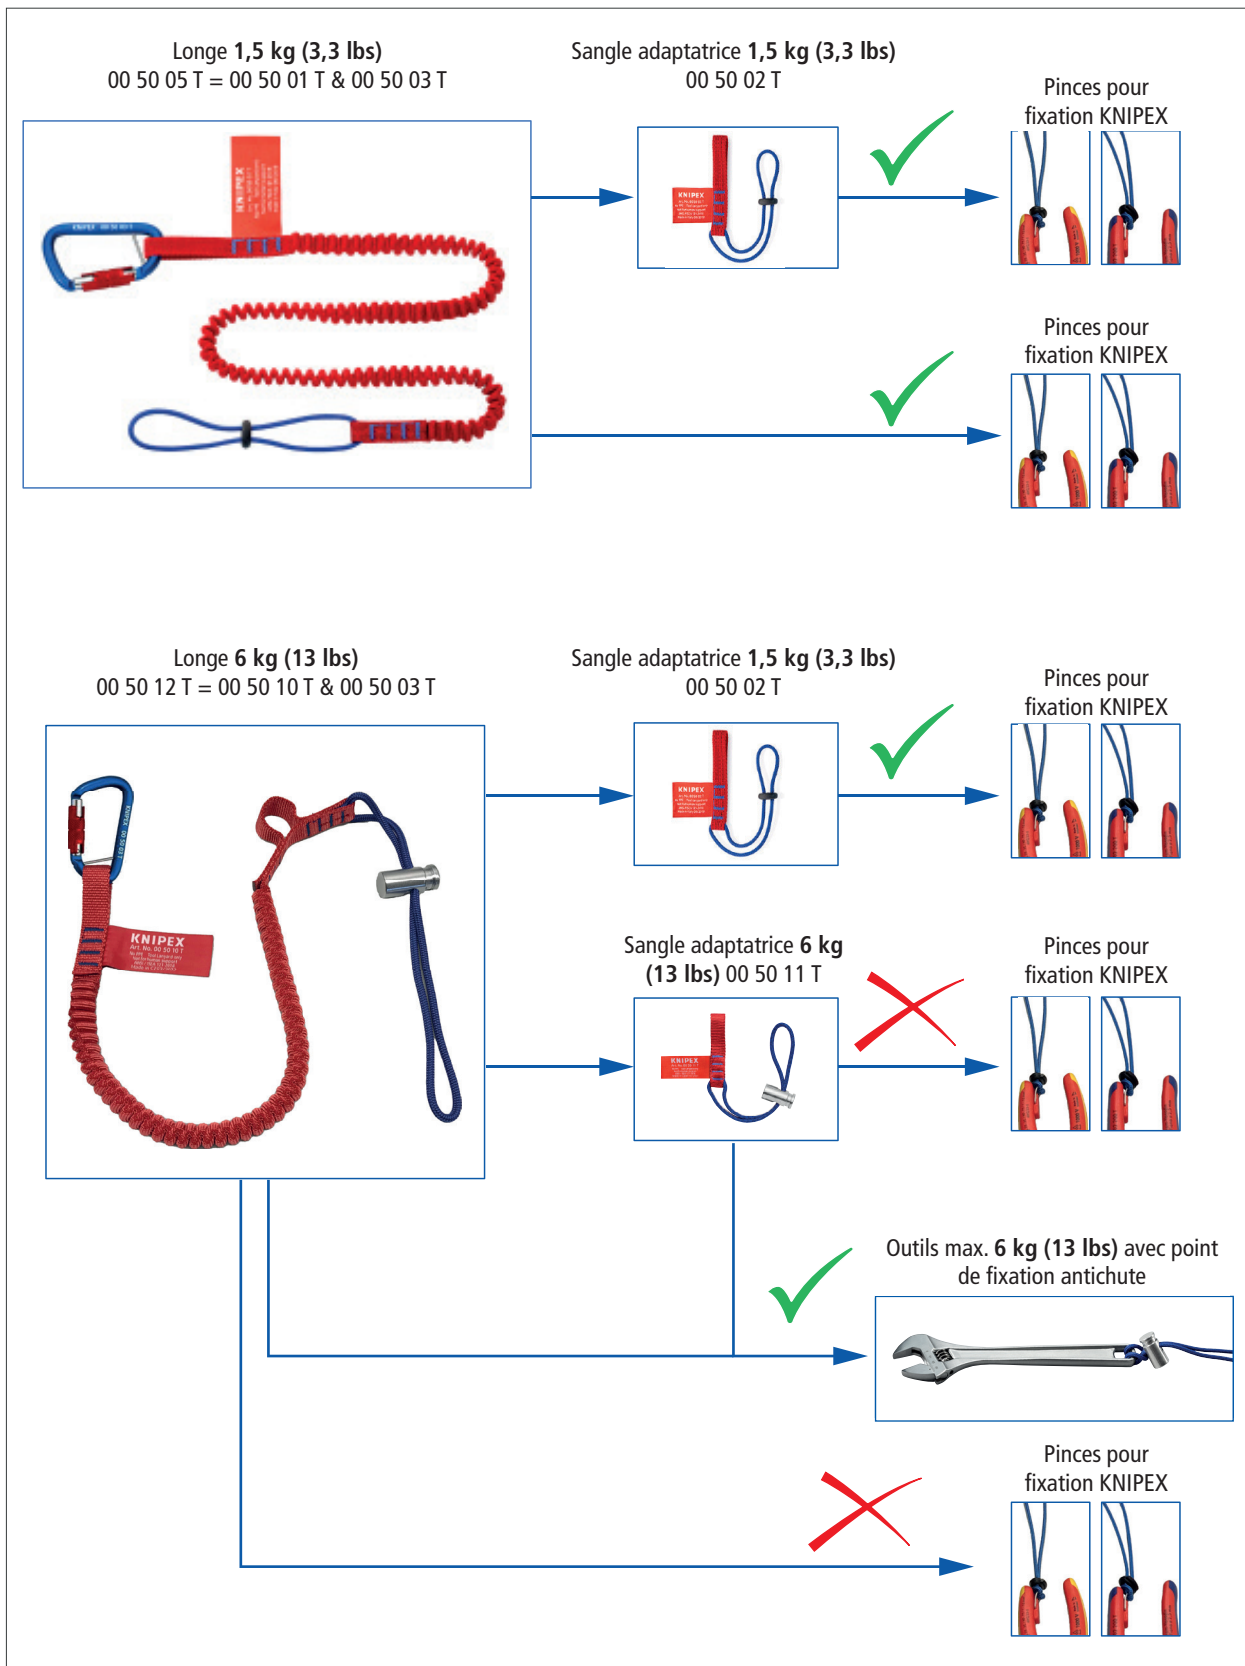

Figure 5: Compatible avec les outils antichute KNIPEX
- Pour attacher un outil KNIPEX doté d'un point de fixation à votre longe ou votre sangle adaptatrice, reportez-vous à la figure 5 pour vous assurer qu'elle est compatible avec votre outil.
- Pour attacher un outil de fixation KNIPEX à une longe de 6 kg (13 lbs) (KNIPEX 00 50 10 T), vous devez utiliser la sangle adaptatrice de 1,5 kg (3,3 lbs) (KNIPEX 00 50 02 T) (voir la figure 5)